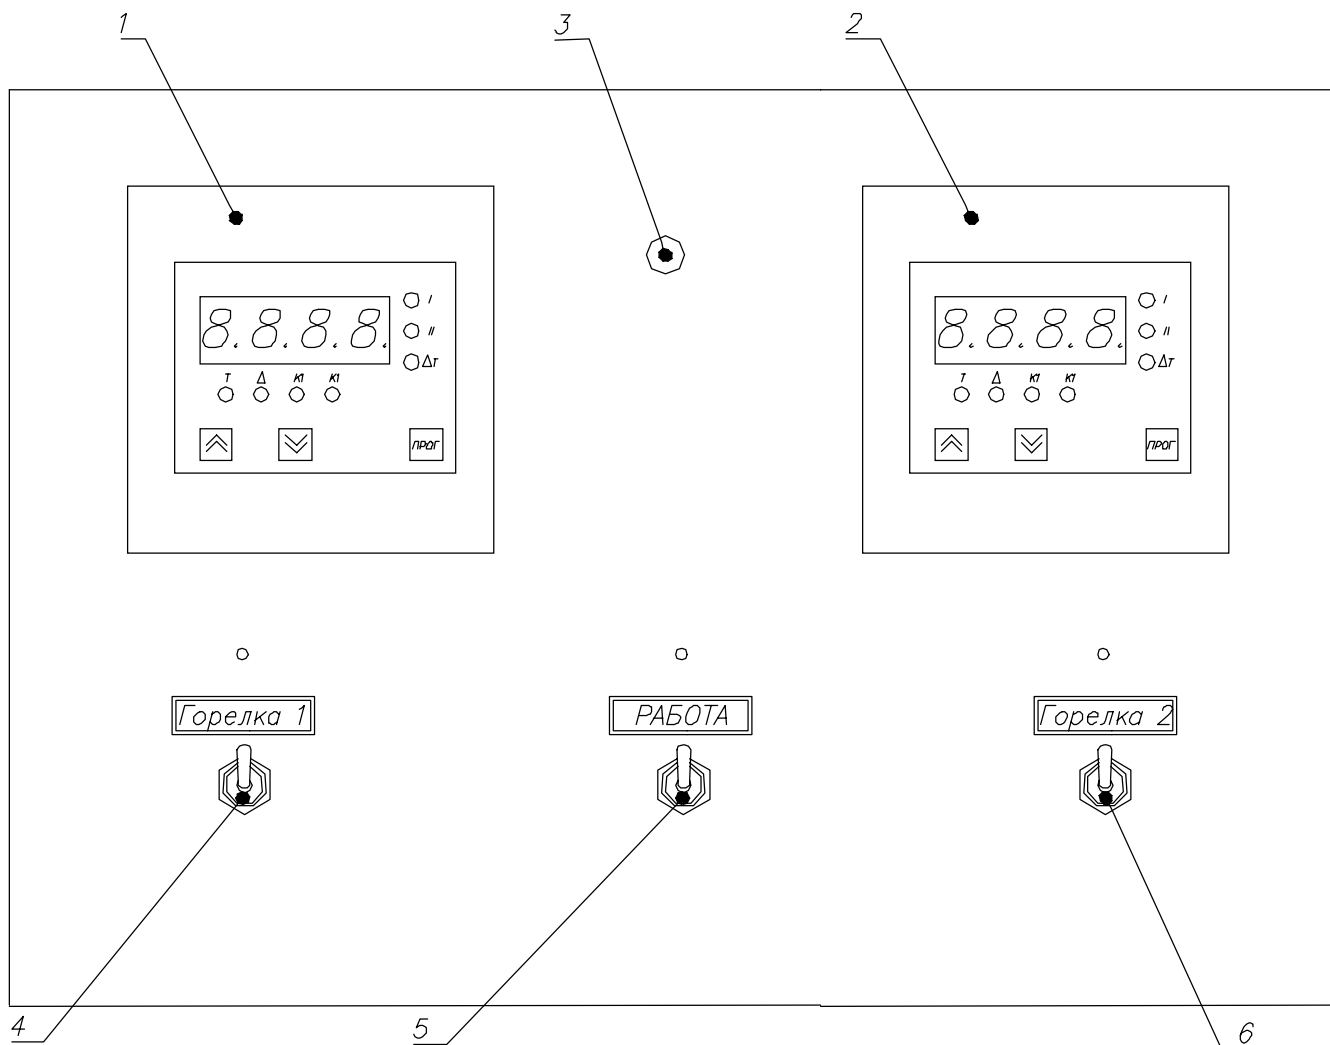

Рисунок 3. Щит пульта управления.
2.13 Контрольно-измерительные приборы, а также органы управления смонтированы в пульте управления, (рисунок 3).